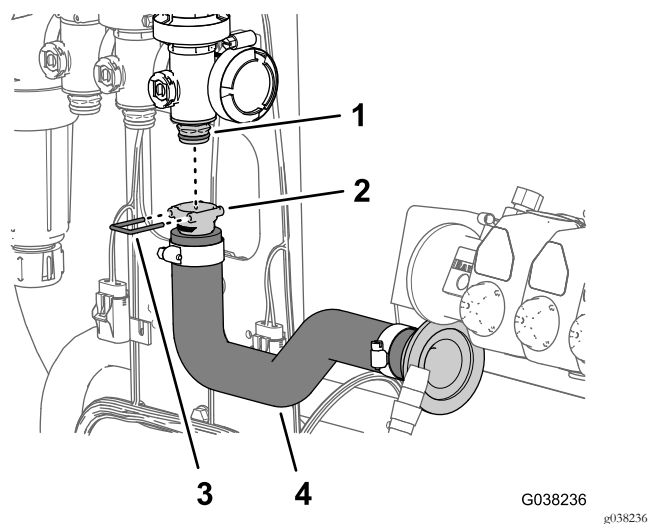

图54
3. 将流量表软管的快速连接接头安装到主喷洒阀的快速连接接头上图54。
4. 使用随流量表软管提供的卡环图54将软管接头固定到阀门接头上。